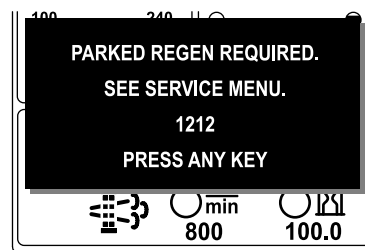

Рисунок 49
- Требуется стационарная регенерация ИНФОРМАЦИОННОЕ СООБЩЕНИЕ № 1212 (Рисунок 49)